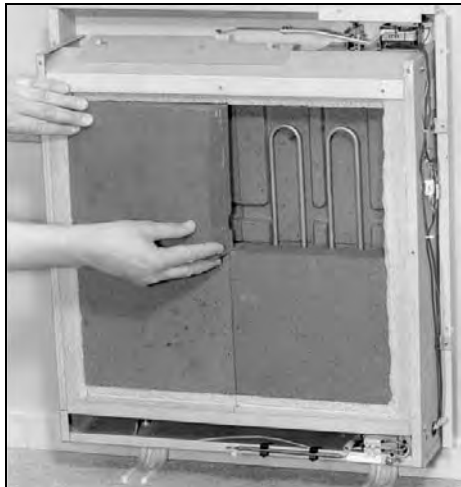

Fig.20
- Hintere Steinsäule komplett aufbauen. Rohrheizkörper wieder einsetzen (Fig.20). **Achten Sie darauf, daß die Anschlußenden dabei nicht beschädigt werden und frei in den dafür vorgesehenen Durchbrüchen der unteren Wärmedämmung liegen!**
Vordere Steinsäule komplett aufbauen (Fig.20). **Achten Sie darauf, daß die vordere und hintere Steinsäule dicht voreinanderstehen!**